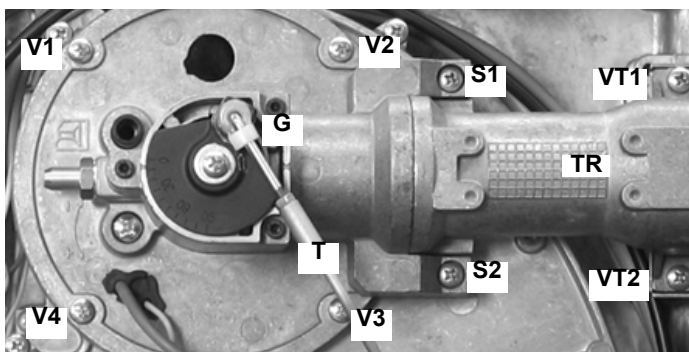

Рис. 18
- 4 Снять 4 винта, которые крепят сопло к патрубку (Рис. 18)